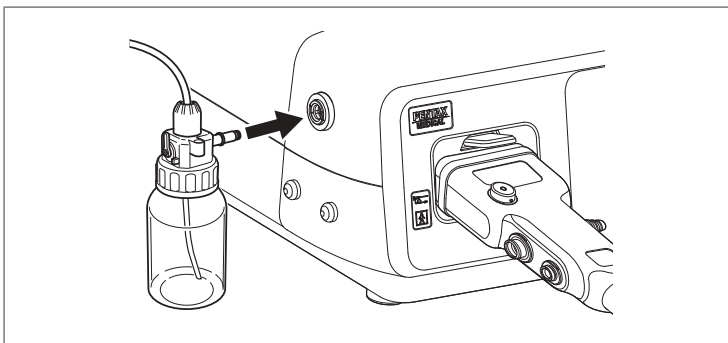

Figura 3.10
3. Asigurați-vă că inelul în O este atașat la vârful sondei conductei pentru aer a ansamblului recipientului pentru apă și apoi introduceți vârful sondei conductei pentru aer în mufa pentru recipientul cu apă a procesorului până când se înclichetează în poziție (consultați Figura 3.10).